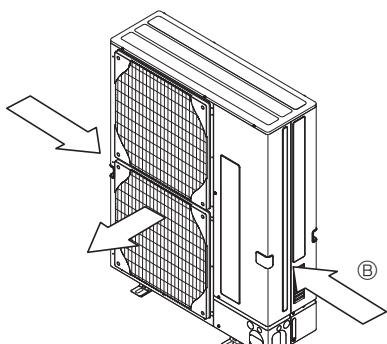

Fig. 2-5
- Plaats het apparaat indien mogelijk zo dat de luchteinlaat in dezelfde richting blaast als de seisoenwinden. (Fig. 2-5)